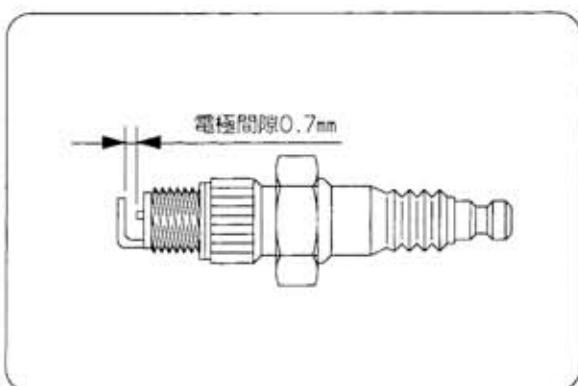

図45
- 電極の隙間が0.7mmになるように調節してください。(図45)